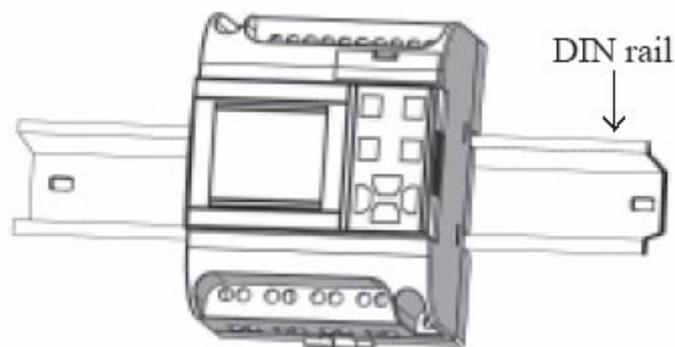

Figura. 4.2. Instalación en un riel DIN de FAB
1. Use un riel DIN normal para la instalación de FAB como se muestra en la Figura 4.2.